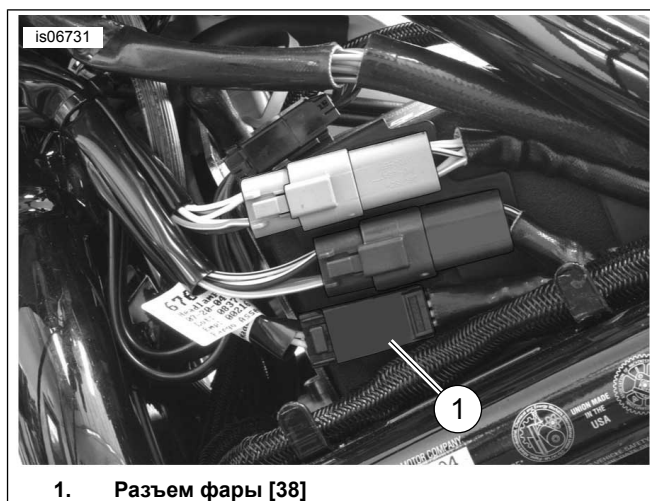

Рисунок 30. Места сращивания проводов (модель V-Rod 2005 и более поздних годов выпуска)
1. См. Рисунок 30. Обрежьте оранжевый/белый провод **основного жгута проводов транспортного средства** рядом с контактами разъема фары [38A] (1).